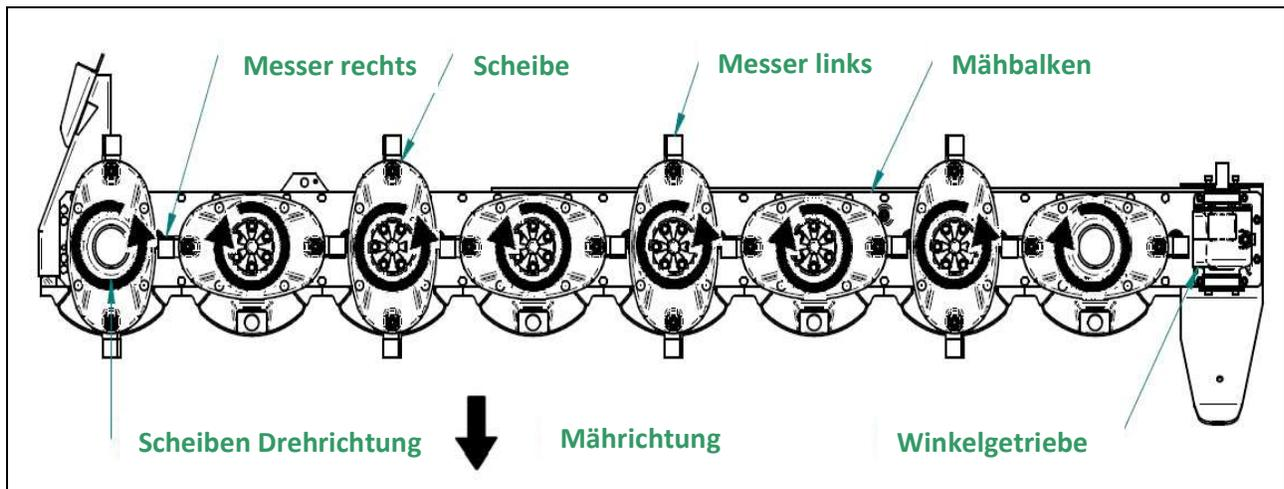

Abb. 20 Die Lage der Messer in Abhängigkeit von der Drehgeschwindigkeit (Sicht von oben)
- Lösen Sie die Schrauben (2), und entfernen Sie dann den Scheibendeckel, die Scheibe, den Halter und die Messer (3)
- Die Mutter (4) abschrauben und die Unterlegscheibe (5) und die beiden oberen Naben (6,7) entfernen,
- mit dem Zusammenbau fortfahren, zuerst die beiden Naben (6,7) mit den Federstiften (1) verbinden,
- die verbundenen Naben auf die Lagereinheit setzen, die Unterlegscheibe (5) anbringen und die Mutter (4) anziehen (die Mutter mit einem Drehmoment von 320 Nm anziehen, zusätzlich Gewindekleber verwenden),
- die korrekte Position/Ausrichtung der Scheibe wie vor der Demontage gemäß Abbildung 20 beibehalten.